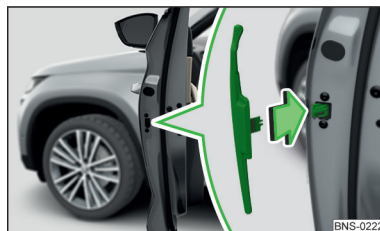

Fig. 57
- **Introducir** » fig. 57 un nuevo borde de protección en las ranuras en el sentido de la flecha.